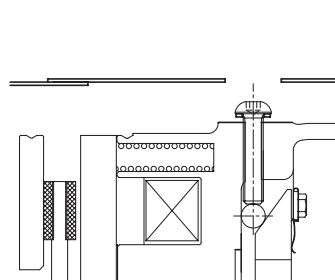

图 43
- (1) 若为室外型，拆下室外护罩 33 窗口部的盖子。取下塞子 28(室内型时)，先用六角扳手(M8 带孔螺栓用)拆下制动释放螺栓 2，取下橡胶密封圈 3 和手动释放安全垫圈 4。再用六角扳手重新拧入螺栓，则制动器释放。此时，不要将制动释放螺栓拧得过紧。（请一边确认制动器是否已释放，一边拧入制动释放螺栓 2。（参见图 43）